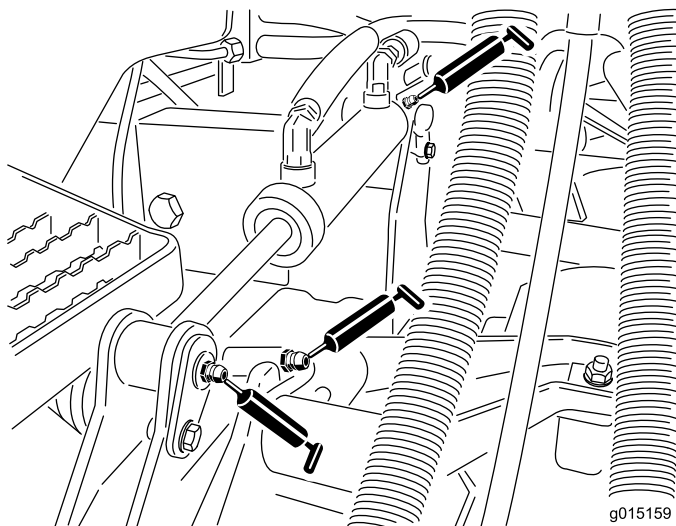

Bild 52
- Hubarmbüchsen (1 pro Mähwerk) (Bild 52)
- Hubzylinderbüchsen (2 pro Mähwerk) (Bild 52)